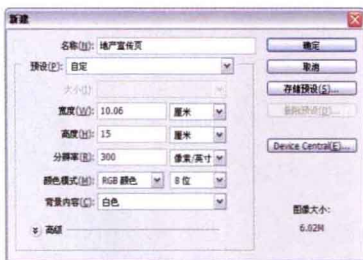

图 1-1
① 新建文件。选择“文件”|“新建”命令,弹出“新建”对话框,设置“名称”为“地产宣传页”,“大小”为 106mm × 150mm,“分辨率”为 300dpi,“颜色模式”为“RGB 颜色”,“背景内容”为“白色”,设置完毕后单击“确定”按钮,如图 1-1 所示。